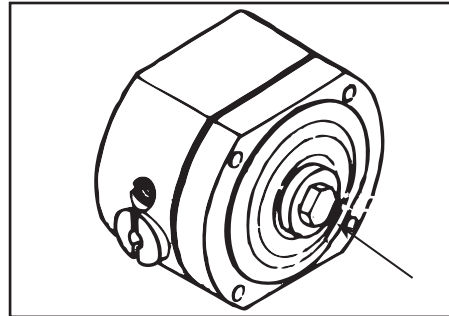

Figure 24
- Enlevez les écrous des deux côtés de l'arbre (voir figure 24).